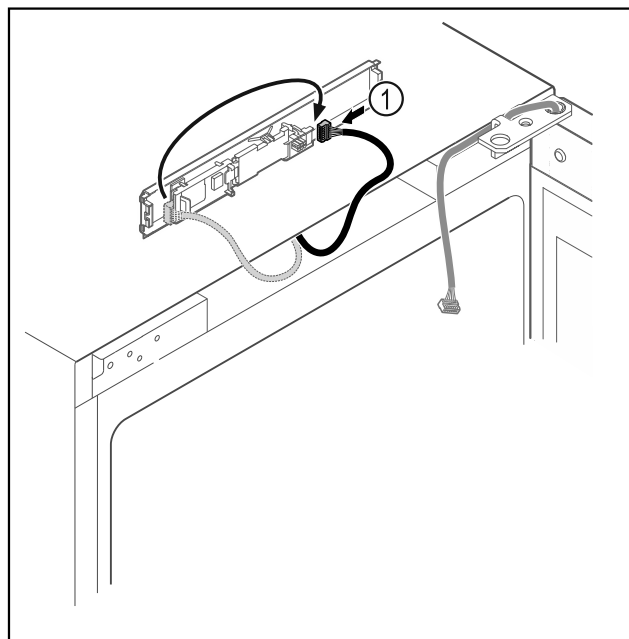

Fig. 9
- Brancher le connecteur Fig. 9 (1) de l'autre côté.